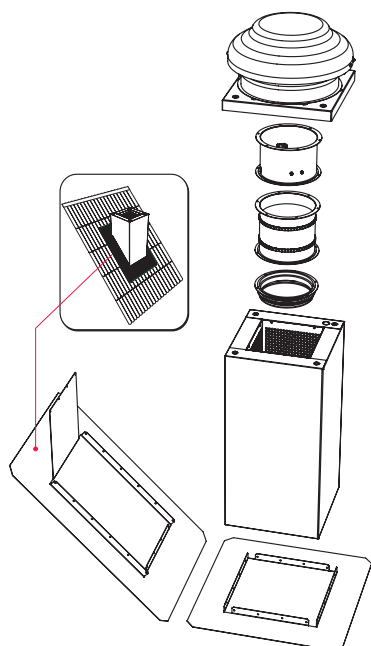

Abbildung 5.5.21 Montage und Installation von Zubehör
- Die Anlage wird am Sockel montiert und für diesen Zweck wird ein bestimmtes Zubehör verwendet: Verschlussklappen, flexible Anschlüsse, Anschlußplatte. Sie sind so zu montieren, wie es auf dem (Abbildung 5.5.21) geschildert ist.
- Wenn der Ventilator am Schornstein befestigt ist, setzen Sie die Ventilatorabdeckung wieder auf und schrauben Sie sie mit vier (4) Schrauben fest.